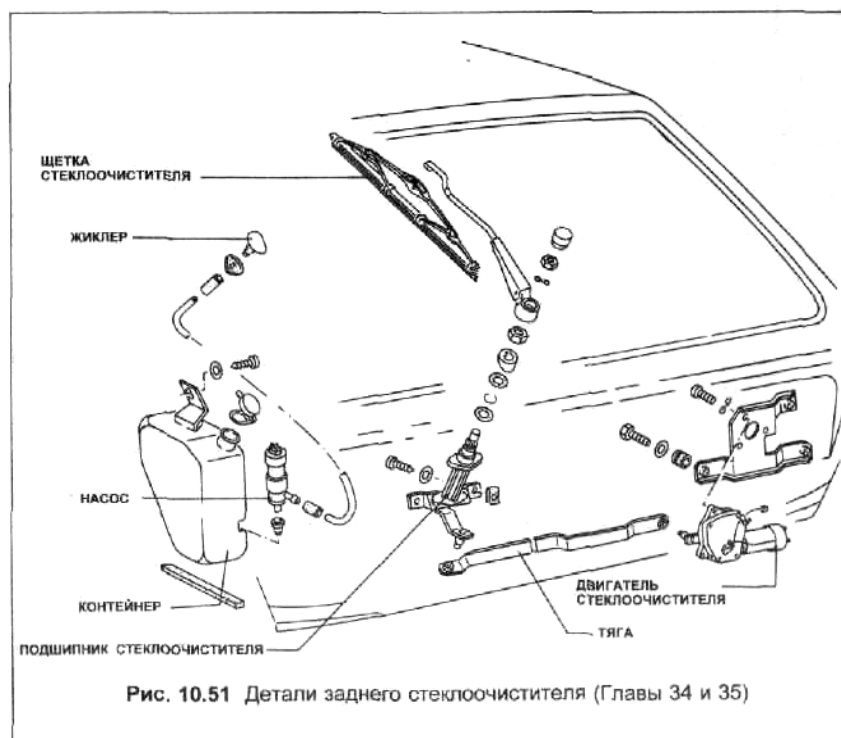

Рис. 10.51 Детали заднего стеклоочистителя (Главы 34 и 35)
- 2 Системы показаны на Рис. 10.51, 10.54 и 10.55.